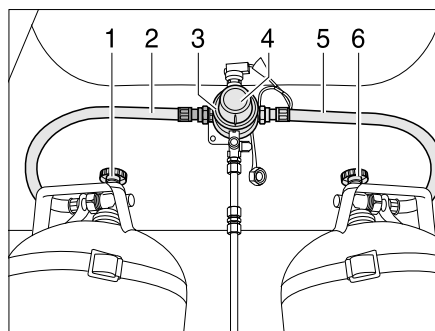
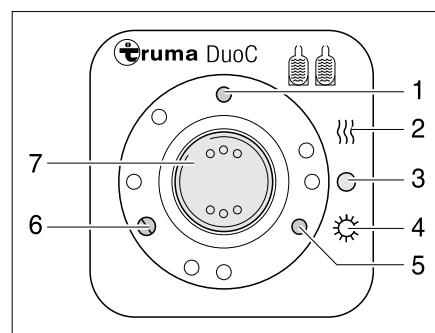

Bild 107 DuoControl-Umschaltanlage
Bild 108 Bedieneinheit
Die DuoControl-Umschaltanlage besteht aus einem Umschaltventil (Bild 107,3) und der Bedieneinheit (Bild 108). Das Umschaltventil ist zwischen den Gasschläuchen (Bild 107,2 und 5) montiert. Mit dem Drehknopf (Bild 107,4) am Umschaltventil kann bestimmt werden, welche der Gasflaschen als Betriebsflasche und welche Gasflasche als Reserveflasche verwendet wird.
An der Bedieneinheit (Bild 108) können nur die elektrischen Funktionen geschaltet werden. Die Haupt-Absperrventile der Gasflaschen (Bild 107,1 und 6) müssen von Hand geöffnet werden.
Das Umschaltventil gewährleistet einen konstanten Gasdruck, unabhängig davon, welche Gasflasche Gas liefert. Die zwei Kontroll-Leuchten an der Bedieneinheit zeigen den Füllstand der Betriebsflasche an. Wenn die grüne Kontroll-Leuchte (Bild 108,6) leuchtet, ist die Betriebsflasche voll. Wenn die rote Kontroll-Leuchte (Bild 108,5) leuchtet, ist die Betriebsflasche leer. Die Gasversorgung erfolgt dann über die Reserveflasche.
- Die Haupt-Absperrventile an den Gasflaschen (Bild 107,1 und 6) öffnen.
- Mit dem Drehknopf (Bild 107,4) am Umschaltventil (Bild 107,3) die Gasflasche wählen, der vorrangig das Gas entnommen werden soll (Betriebsflasche). Den Drehknopf immer bis zum Anschlag drehen.
- An der Bedieneinheit (Bild 108) die DuoControl-Umschaltanlage einschalten. Dazu den Wippschalter (Bild 108,7) auf Winterbetrieb "Ein und Heizen" (Bild 108,2) oder auf Sommerbetrieb "Ein" (Bild 108,4) stellen. Das Umschaltventil ist jetzt entlüftet. Die gelbe Kontroll-Leuchte (Bild 108,1) leuchtet, wenn Winterbetrieb gewählt wird und die Regler-Enteisungsanlage eingeschaltet ist.
- Den Wippschalter (Bild 108,7) auf "0" (Bild 108,3) stellen. Die gelbe Kontroll-Leuchte (Bild 108,1) erlischt.
- Die Haupt-Absperrventile an den Gasflaschen (Bild 107,1 und 6) schließen.
Die Kontroll-Leuchten an der Bedieneinheit (Bild 108,5 und 6) signalisieren im Fahrzeuginneren, ob die Betriebsflasche betriebsbereit ist.
Wenn die grüne Kontroll-Leuchte (Bild 108,6) während des Betriebs erlischt und die rote Kontroll-Leuchte (Bild 108,5) aufleuchtet, ist die als Betriebsflasche gewählte Gasflasche leer und muss gewechselt werden. Die Reserveflasche versorgt die Gasverbraucher weiterhin mit Gas.